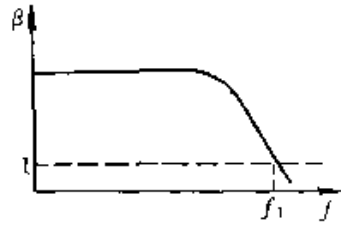

图 2-213
② 特征频率 f_T 是晶体三极管的另一主要电参数。三极管的电流放大系数 β 与工作频率有关,工作频率超过一定值时, β 值开始下降。当 β 值下降为 1 时,所对应的频率即为特征频率 f_T ,如图 2-213 所示。这时三极管已完全没有电流放大能力。一般应使三极管工作于 $5\%f_T$ 以下。
③ 集电极-发射极击穿电压 BU_{CEO} 是晶体三极管的一项极限参数。 BU_{CEO} 是指基极开路时,所允许加在集电极与发射极之间的最大电压。工作电压超过 BU_{CEO} ,三极管将可能被击